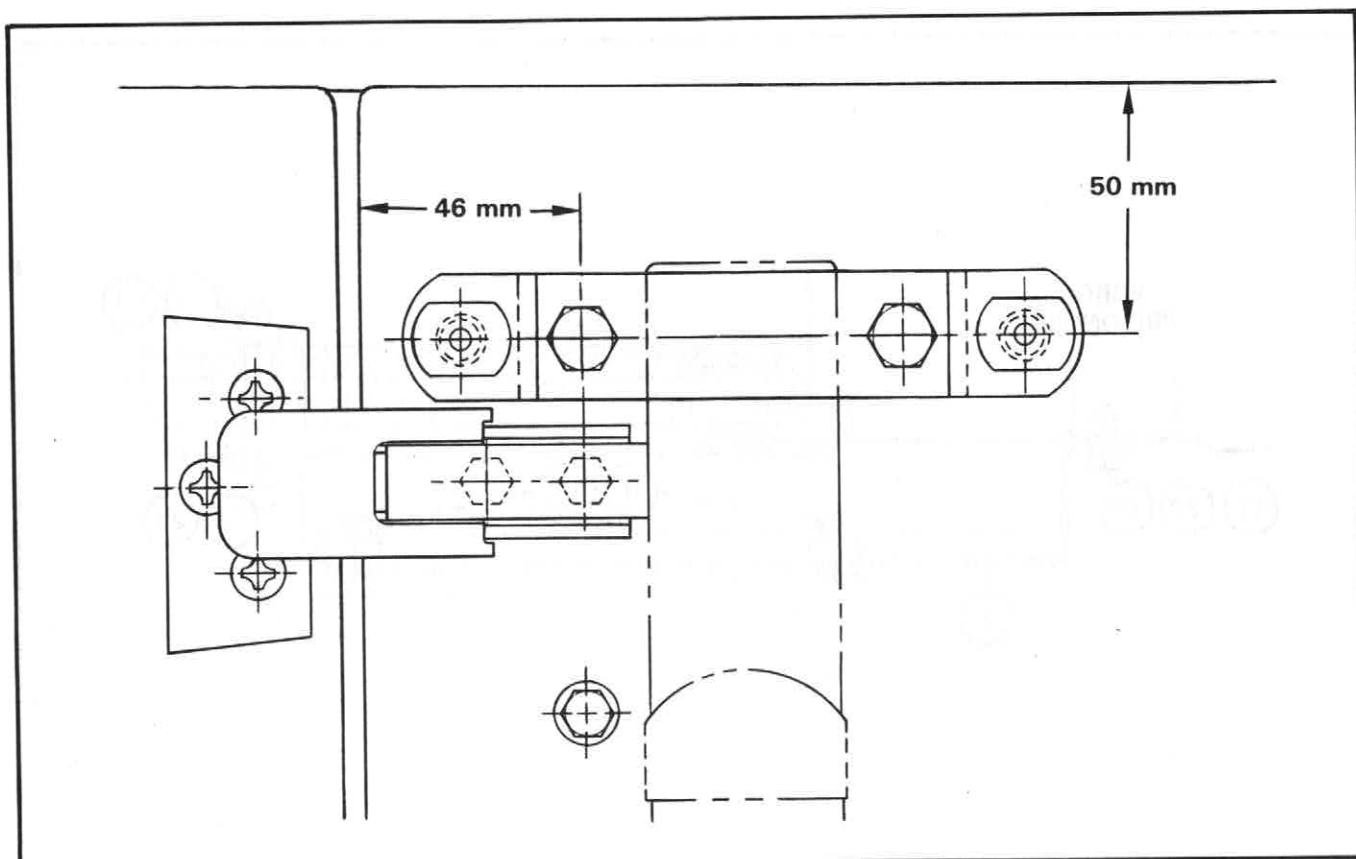

Figure 8 Mesure pour l'emplacement de la fixation de sangle de bidon de carburant
- f. Voir figure 8. Marquer l'emplacement de la fixation de sangle de bidon de carburant sur le coin supérieur gauche du hayon, au-dessus du verrou.